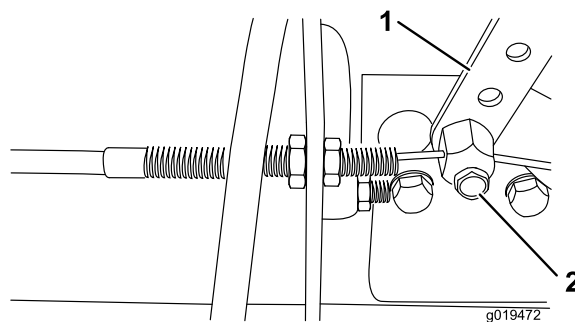

図 56
2. インジェクションポンプのレバーアームの所にあるスロットル ケーブルのコネクタをゆるめる（図 56）。